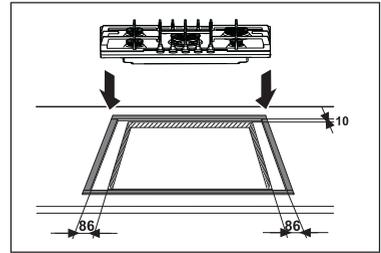

Fig. 8
Les tables de cuisson peuvent être montées dans un meuble ayant une ouverture pour l'encastrement des dimensions indiquées dans la Fig.8.
- placez les joints fournis sur les bords de la découpe: positionnez-les exactement sur les bords avant et arrière, à 86 mm des bords latéraux et à 10 mm de bord arrière en veillant à ce que les extrémités des joints se joignent parfaitement, sans se chevaucher (Fig. 8);